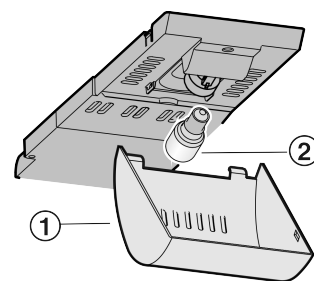

Fig. 11
- ▶ Возьмитесь за крышку Fig. 11 (1) спереди и снимите с крючка сзади.
- ▶ Лампу накаливания Fig. 11 (2) заменить.
- ▶ Снова наденьте крышку Fig. 11 (1).